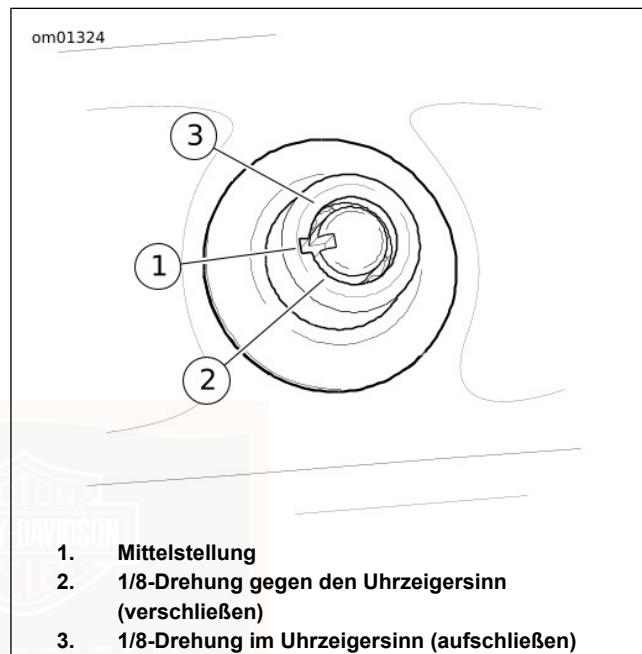

Abbildung 81. Aufbewahrungskofferschloss (Heckklappe)
1. Siehe Abbildung 81. Um den Kofferraum aufzuschließen, Schlüssel in das Zylinderschloss stecken und im Uhrzeigersinn eine Achteldrehung drehen. Schlüssel zurück in mittlere Position bringen und herausziehen.